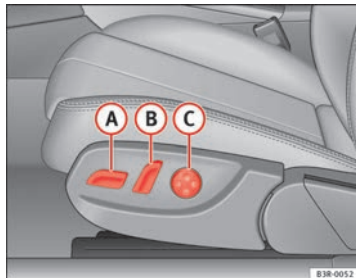
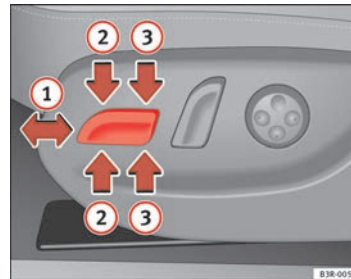

Abb. 106 Vordersitz:
Abb. 107 Vordersitz:
- Bewegen Sie den Schalter (A) ⇒ Abb. 106 nach vorn oder nach hinten (1) ⇒ Abb. 107 ⇒ ⚠.